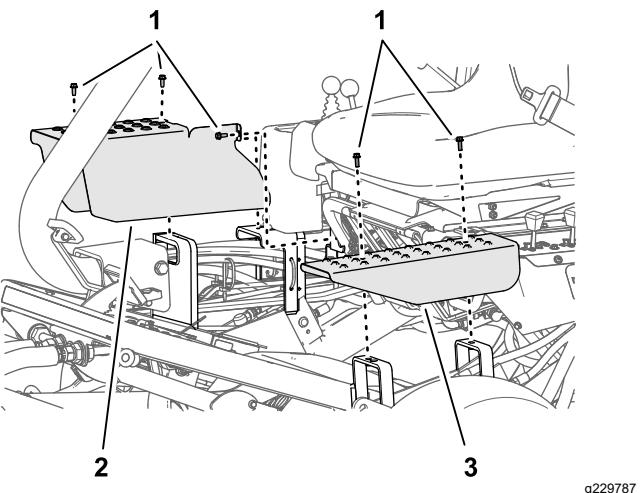

Figura 52
2. Retire los pernos que sujetan la cubierta del cilindro de elevación que está ajustando a los soportes de montaje del chasis (Figura 52).